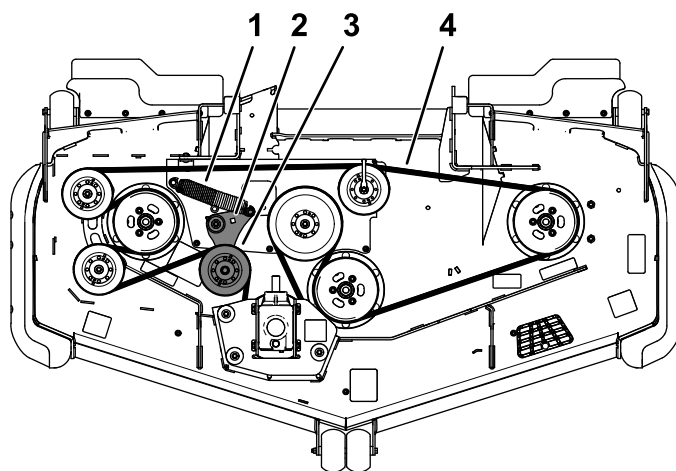
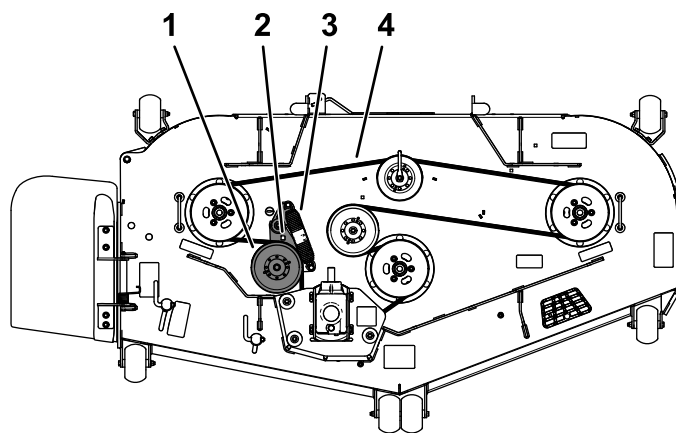

Figura 60
Figura 61
5. Utilice una llave de carraca en el orificio cuadrado del brazo tensor para aliviar la tensión del muelle tensor (Figura 60 o Figura 61).
7. Pase la correa nueva alrededor de las poleas de la segadora (Figura 60 o Figura 61).
8. Asegúrese de que los extremos del muelle estén asentados en las ranuras de anclaje y, usando una llave de carraca en el orificio cuadrado, instale la correa alrededor de la polea tensora (Figura 60 o Figura 61).